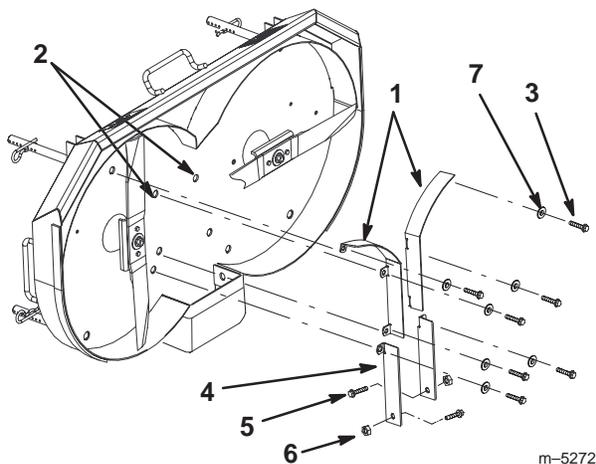

Figure 41
2. Sur le plateau de coupe, enlevez les vis, les rondelles, les contre-écrous des déflecteurs de ramassage gauche et droit, et les déflecteurs d'élection gauche et droit (Fig. 41).
**Important** Les déflecteurs de ramassage et d'éjection doivent être déposés pour le hachage (Fig. 41).
3. Montez les déflecteurs de ramassage avant gauche et droit sur le plateau de coupe et fixez-les en place en insérant les vis dans les écrous de retenue (Fig. 41).
4. Montez les déflecteurs d'éjection arrière gauche et droit sur le plateau de coupe. Fixez-les en position à l'aide de vis et rondelles sous le plateau et de boulons de carrossier à l'intérieur de l'éjecteur arrière. Bloquez les boulons avec des contre-écrous (Fig. 41).